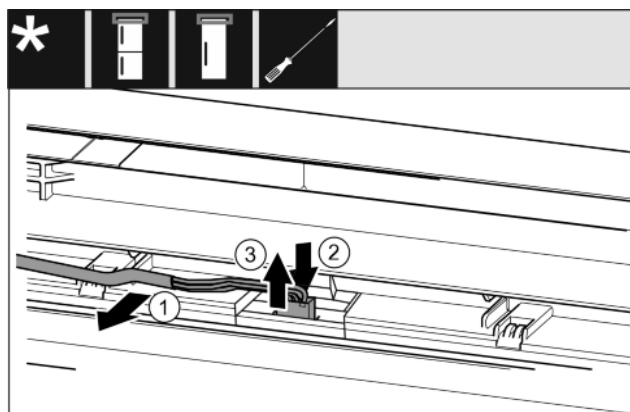

Fig. 16
- Sortir délicatement le câble gris du guide dans la porte. *Fig. 16 (1)*
- Pousser la languette sous la prise vers l'arrière. *Fig. 16 (2)*
- Tirer soigneusement la prise vers le haut. *Fig. 16 (3)*